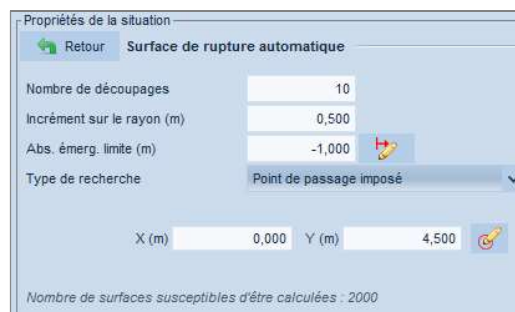

Figure 37. Définition de la situation 1 de la phase 2
- Définition des surfaces de rupture : **surfaces circulaires** passant en pied d'excavation (la cote du point de passage est égale à +4,50 m au lieu de +6,50 m), en **recherche automatique**. Les données correspondantes sont indiquées sur la Figure 37 :